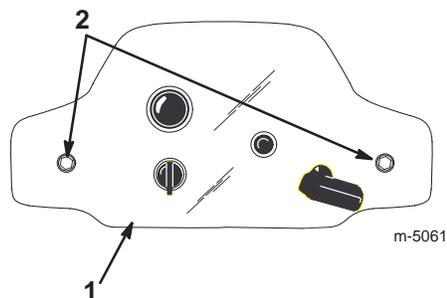

Figure 17
3. Enlevez les deux vis qui fixent le panneau de commande au carter (Fig. 17).